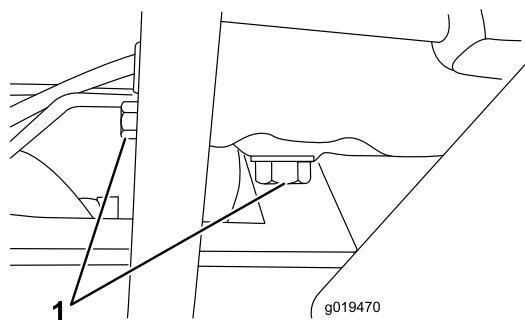

Bild 57
1. Entfernen Sie die Ablassschraube (Bild 57) und lassen Sie das Öl in die Auffangwanne ab. Schrauben Sie die Ablassschraube wieder ein, nachdem das Öl abgelaufen ist.